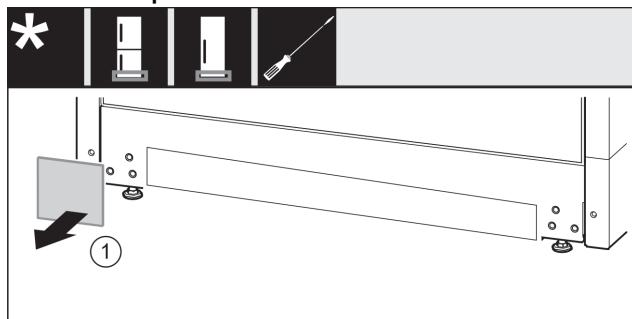

Fig. 15
- ▶ Retire la cubierta *Fig. 15 (1)*.